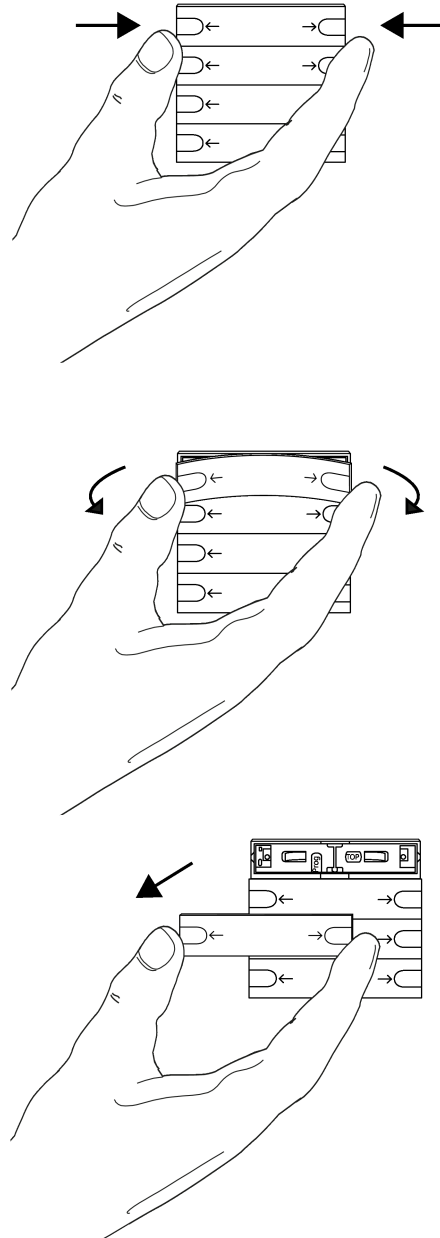

Bild 5: Inbetriebnahme-Wippe demontieren
- Inbetriebnahme-Wippe durch beidseitiges Ziehen vom Tastsensor lösen (siehe Bild 5).